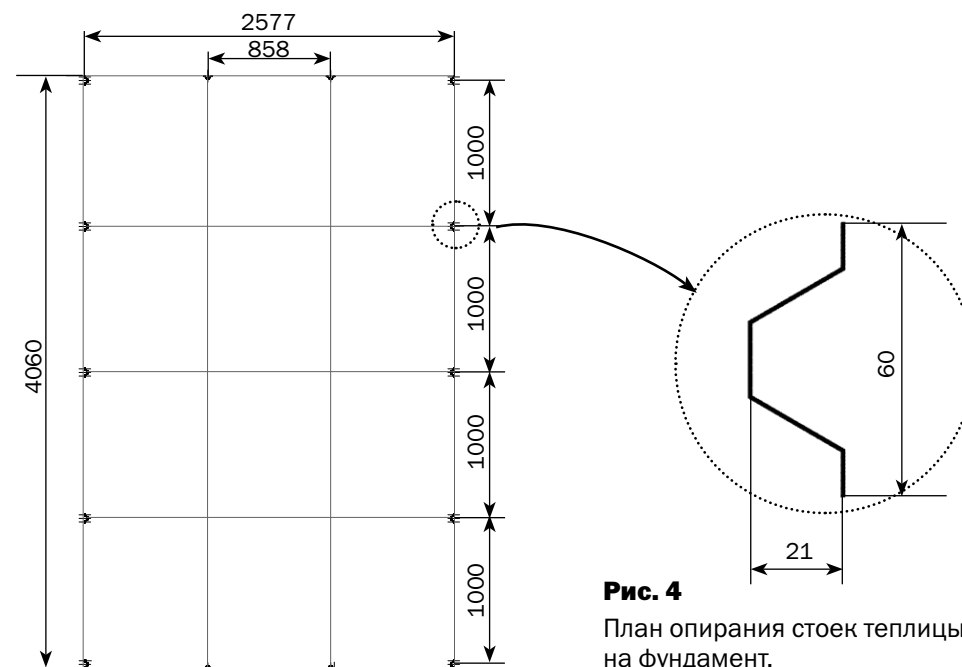

Рис. 4
3. На выбранном месте установки теплицы необходимо выкопать ямки по схеме **рис. 4** на глубину штыка лопаты. Установите каркас в ямки. Проверьте шнуром равенство диагоналей каркаса. Общая осадка теплицы в грунт делается такой, чтобы нижние детали **6** дверного проёма касались грунта, а детали **2** были бы выше грунта примерно на 5 см. Снова проверьте шнуром равенство диагоналей и скорректируйте положение углов каркаса.